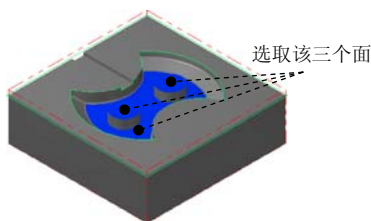

图 22.25 选取加工面
(1) 在图形区中选取图 22.25 所示的曲面（共 3 个），然后按 Enter 键，系统弹出“刀具路径的曲面选取”对话框。